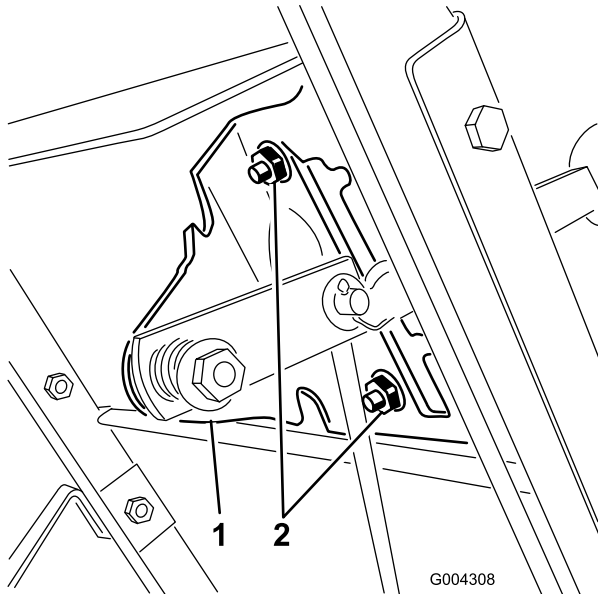

Bild 29
3. Lockern Sie die Bundmuttern, mit denen die Schalthebelplatte am Armaturenbrett befestigt ist (Bild 29).